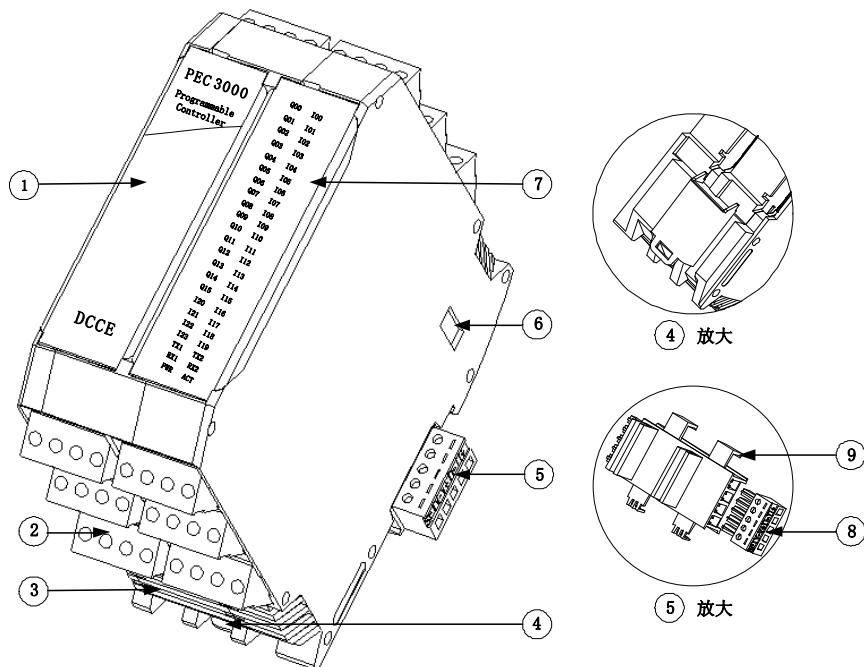

图 4-1-1 整体外观
PEC3000 主要由以下几部分组成：①型号贴：说明产品型号。②输入输出端子：输入输出与通信接线端子。③散热口：确保产品快速散热。④导轨卡扣：将控制器安装到 DIN 导轨上的夹具。⑤总线连接器：由电源端子⑧（24V 电源与串口 1 接线端子）和连接器底座⑨组成。⑥拨码区：硬地址设置。⑦指示灯：指示设备运行状态。图 4-1-1 为产品整体外观图。